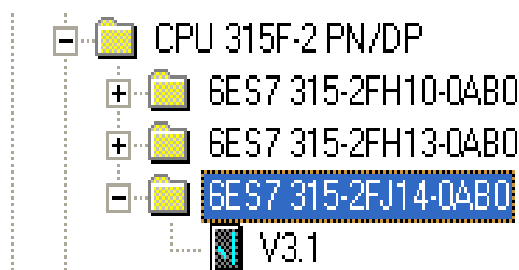

Figura 1.7: Número da pasta onde se encontra o módulo da CPU.
- Certifique-se de que a CPU solta no trilho está correta. Como há muitas CPUs disponíveis no catálogo, a chance de se confundir é alta. O número da pasta (*Order Number*), na qual o módulo correto está presente é: **6ES7 315-2FJ14-0AB** (veja figura 1.7).